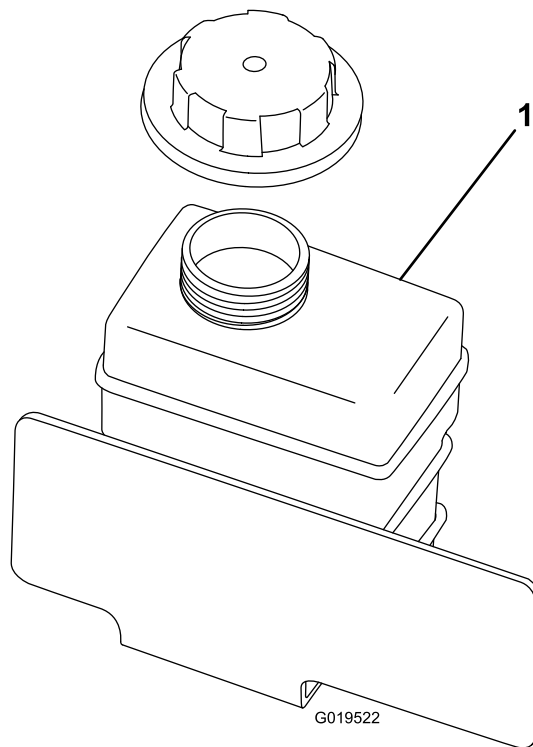

Figura 25
2. Verifique o nível de líquido de arrefecimento no depósito de reserva (Figura 25).